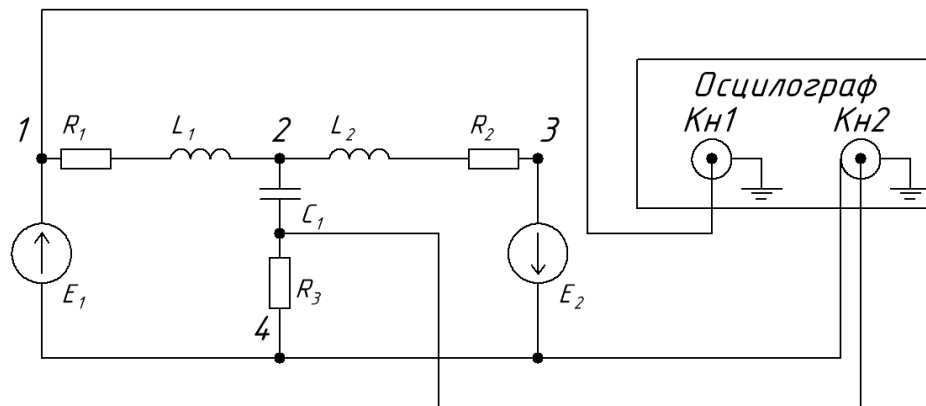

Рис.3.4 – Схема вимірювання фазового зсуву між U_{R_3} і E_1 .
4.6.2. Для вимірювання зсуву фаз між U_{R_3} і E_1 , потрібно з'єднати вузол 4 із загальним виводом кабелю осцилографа (рис. 3.4).
4.7.2. Підключити E_1 (попередньо відключивши перемичку). Замінити джерело E_2 перемичкою. Повторити вимірювання аналогічно п. 4.7.1, виміряти $U_{R_3}^{**}$ і різницю фаз між $U_{R_3}^{**}$ та E_1 (схема підключення осцилографа аналогічна рис. 3.4).